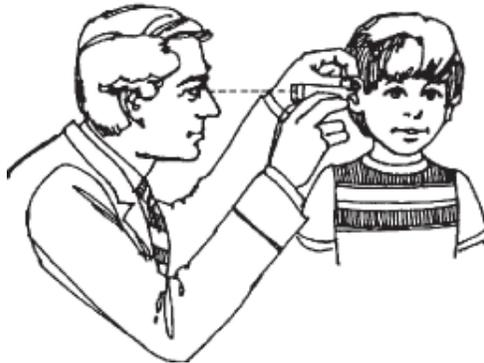

Abbildung 9: Positionieren der Sonde (Sonde nur mit 226 Hz).
4. Bringen Sie die Sonde in Anschlag mit dem Eingang des Gehörgangs, indem Sie einen sanften Druck ausüben, um einen dichten Sitz zu erreichen (Abbildung 9).